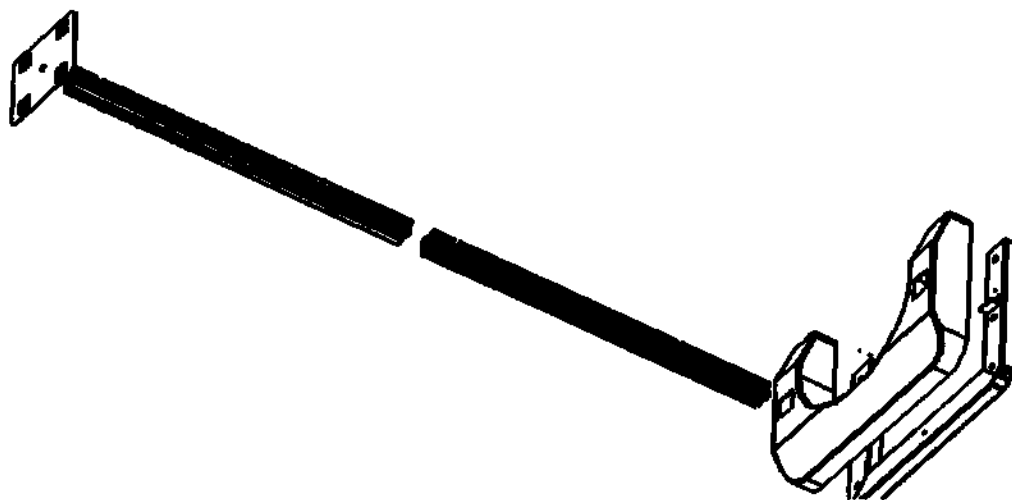

Рисунок 8
12) ⑧ Установка деталей основания проектора (см. рис. 8)